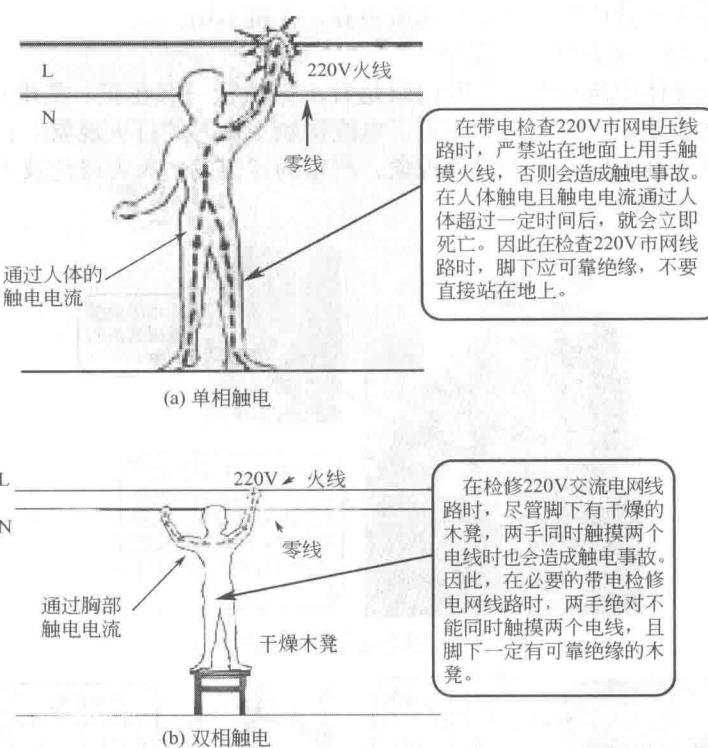

图 1-11 人体触电电流示意图
①在雷雨天不要站在树下、电杆下及高坡处，手中也不要拿铁杆等尖头金属物，避免引入落雷。较高的建筑物应做好防雷设施。
②在检修电网线路时，不要站在地面上，防止电流通过人体到地构成回路，站在木凳上面时，两只手不要同时触摸两根电线，防止电流通过胸部构成回路，造成触电事故，如图 1-11 所示。人体通过 100mA 电流的时间达到 1s 就可以致命。